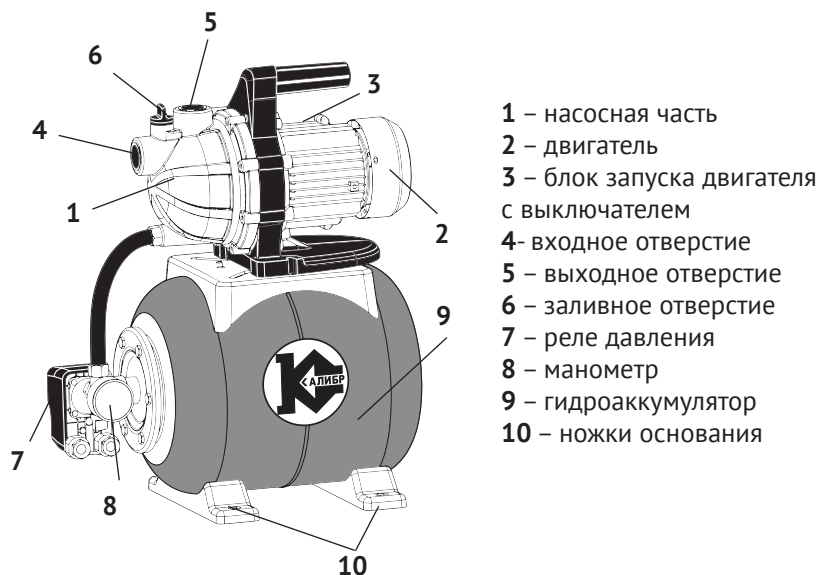
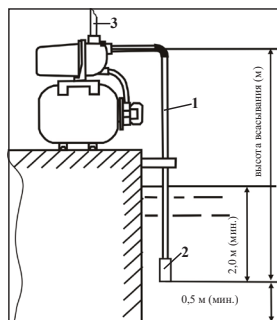

рис. 1
рис. 3
Станция состоит из гидроаккумулятора (рис.1 поз.9) и закреплённого на нём насоса с органами контроля (реле давления – рис.1 поз.7, манометр – рис.1 поз.8) и управления запуска двигателя (рис.1 поз.3).
Привод насоса станции осуществляется однофазным асинхронным двигателем переменного тока (рис.1 поз.2). На якорь двигателя крепится пластиковая крыльчатка. Вращающееся с высокой скоростью рабочее колесо (крыльчатка) через диффузор и трубку вентури повышает давление воды в гидроаккумуляторе до максимального – 2,4 бар, при котором реле давления (рис.1 поз.7) отключает насос. Таким образом в гидроаккумуляторе создаётся давление, необходимое для подъёма воды на нужную высоту. При расходе воды, давление в гидроаккумуляторе понижается. При достижении давления 1,4 бара, реле давления включает двигатель насоса. На блоке запуска (рис.1 поз.3) расположен выключатель двигателя. Он имеет два фиксированных положения: «I» - включено и «0» - выключено.
2.4 Общий вид станции представлен на рис.1
2.5 Двигатель (рис.1 поз.2) в металлическом корпусе и насос (рис.1 поз.1) в пластиковом корпусе закреплены сверху, на корпусе гидроаккумулятора (рис.1 поз.9). Насос приводится в действие асинхронным двигателем переменного тока. Подключение насоса к сети осуществляется кабелем питания со штепсельной вилкой с заземляющим контактом. Насосная часть станции имеет два отверстия (Ду = 1") для присоединения входной (рис.1 поз.4) и выходной (рис.1 поз.5) трубы (шланга). Сверху расположена заливная горловина (рис.1 поз.6) с пробкой. На блоке запуска (рис.1 поз.3) расположен выключатель двигателя. Он имеет два фиксированных положения: «I» - включено и «0» - выключено.
4.3 Установить станцию на ровной твёрдой поверхности. Для уменьшения вибрации рекомендуется закрепить ножки основания (рис.1 поз.10). Станцию лучше всего расположить как можно ближе к скважине (колодцу) подачи воды.
4.4 Присоедините к входному отверстию всасывающую трубу (шланг) и опустите её в воду, как показано на рис.3.
Внимание! Для оптимальной работы станции на всасывающую трубу необходимо установить обратный клапан (рис.3 поз.2).
4.5 Смонтируйте и присоедините к выходному отверстию (рис.1 поз.5) напорную магистраль (рис.3 поз.3). Трубы должны крепиться на специальных подвесках, чтобы не оказывать давления на станцию. Соединение труб должно быть герметичным.